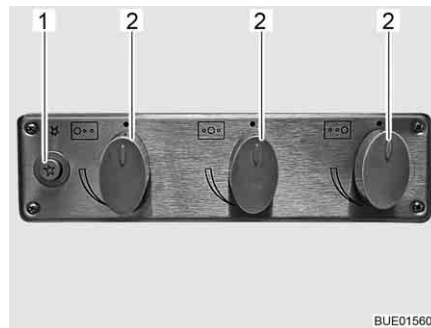

Bild 157 Bedienelemente für Gaskocher
- Drehregler (Bild 157,2) der gewünschten Brennstelle auf Zündposition (große Flamme) drehen.
- Drucktaster (Bild 157,1) drücken.